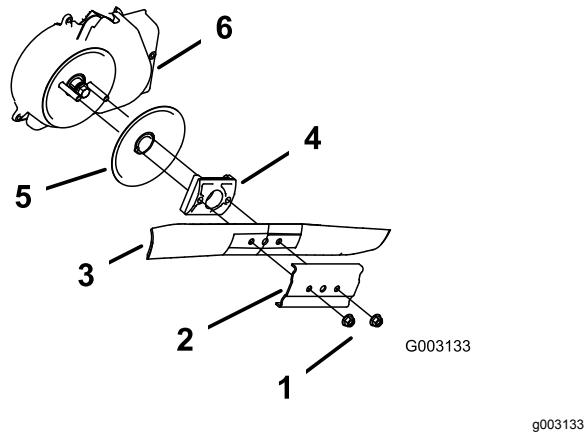

Bild 32
3. Entfernen Sie die beiden Messermuttern und die Verstärkung (Bild 32).
4. Entfernen Sie das Messer (Bild 32).
5. Nehmen Sie den Messermitnehmer und die Scheibe heraus (Bild 32).
6. Entfernen Sie das Schutzblech der Messerbremse (Bild 32).
10. Bauen Sie das zuvor ausgebauten Messer und die Verstärkung wieder ein (Bild 32).